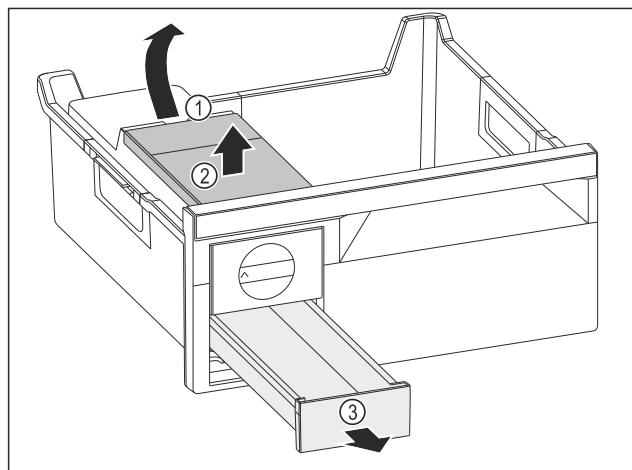

Fig. 73
- Вийняти бак для води: підняти бак для води за заглиблення Fig. 73 (1).
- Вийняти бак для води Fig. 73 (2) рухом вгору.
- Вийняти висувний ящик для кубиків льоду Fig. 73 (3) рухом вперед.